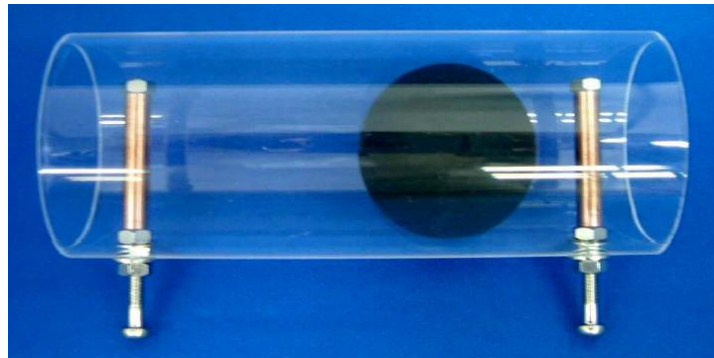
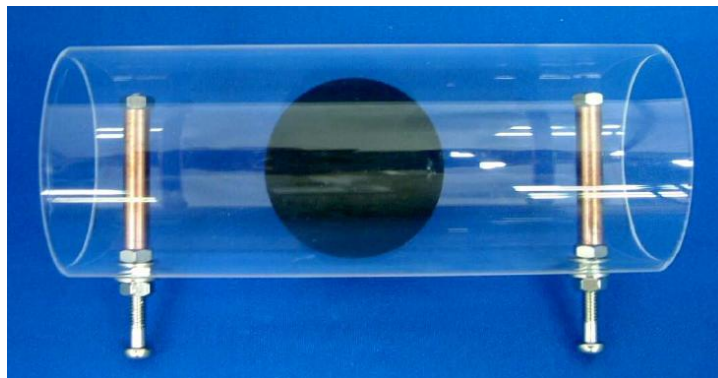

Abb. 2 - Startposition
Abb. 3 – Ungünstige Startposition
3. Legen Sie die Spannung erst an, wenn sich die Kugel in der Nähe einer Elektrode befindet (Abb. 2). Wenn sich die Kugel in der Mitte befindet, ist das elektrostatische Feld zu gering, um die Kugel aus der Ruhelage zu bewegen (Abb. 3).